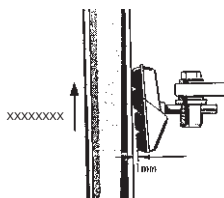

Fig. 2
- Las pastillas de freno deberían ajustarse colocadas a una distancia de 1 mm por debajo del borde superior de la llanta y montarse en posición ligeramente inclinada con respecto de las llantas (ver fig. 2).